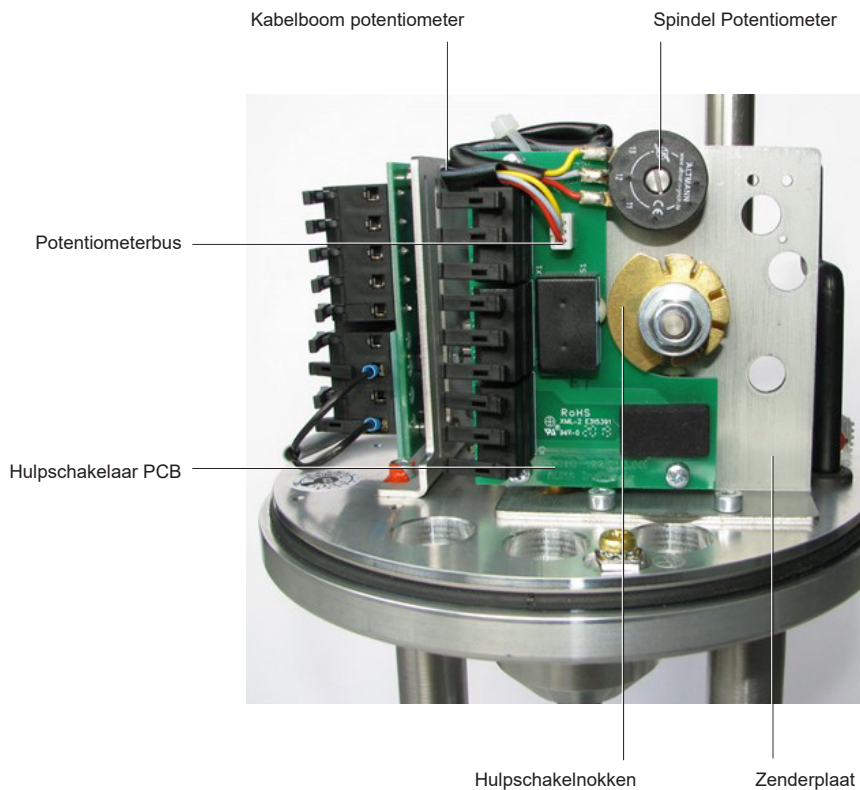

Fig. 12 Installatie en afstelling van de potentiometer (1-6 kN)
- Raadpleeg Fig. 12 Installatie en afstelling van de potentiometer (1 - 6 kN) voor meer informatie over het product
- Sluit de kabelboom aan op de potentiometerbus zoals beschreven in Fig. 12 Installatie en afstelling van de potentiometer (1-6 kN)